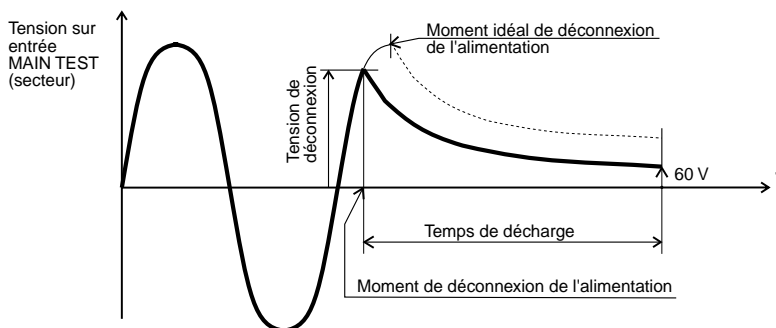

Fig.20. Tension à l'entrée TEST SECTEUR
- La tension réelle est affichée pendant la mesure, et la tension de déconnexion (voir fig.20) est affichée lorsque la mesure est terminée.